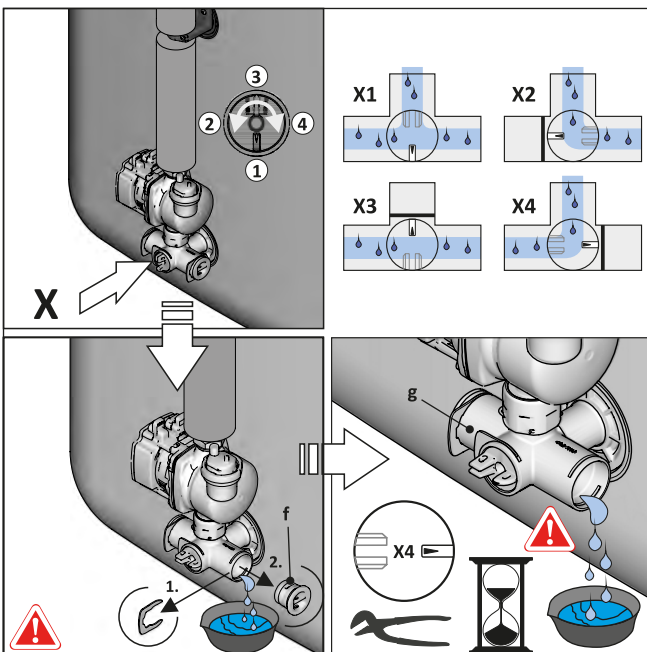

Bild 11-5 Ventileinsatz absperrern, Blindstopfen vom Anschlusswinkel entfernen
- Ventileinsatz am Anschlusswinkel so einstellen, dass der Weg zum Blindstopfen abgesperrt ist (Bild 11-5).
- Geeignete Auffangwanne unterstellen und Blindstopfen vom Anschlusswinkel entfernen (Bild 11-5).
- Ventileinsatz am Anschlusswinkel so einstellen, dass der Weg zum Ablaufschlauch geöffnet wird (siehe auch Bild 11-5) und Wasserinhalt des Speicherbehälters ablassen.